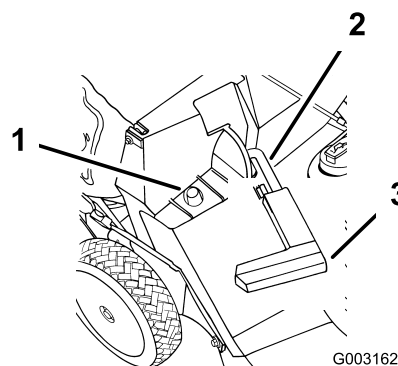

Figura 19
2. Asegúrese de que el tirador de la puerta de descarga está totalmente hacia adelante y que la clavija está situada en el cierre (Figura 19).
3. Coloque el agujero del armazón de la bolsa sobre el poste de retención del conducto de descarga (Figura 19).
2. Levante el tirador de la puerta de descarga y muévalo hacia adelante para que la clavija entre en el cierre (Figura 19).